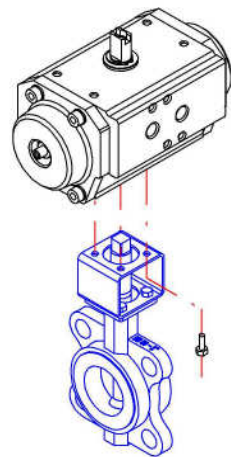

Рис. 08
3. Надеть привод на верхний выступ адаптера и закрепить винтами, см. Рис. 08.